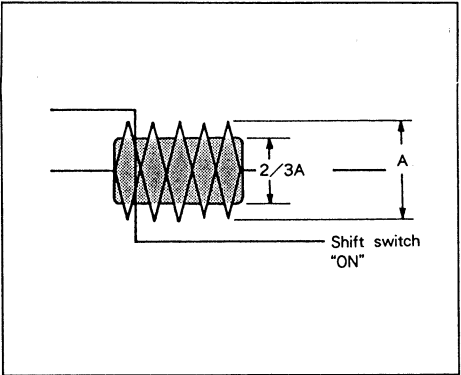

Abb. 2.38
- 1) Schalten Sie den Schalter "Shift" ein und spielen Sie das Band zur Spureinstellung ab. Drehen Sie den Pegelsteller langsam im Uhrzeigersinn, bis die Amplitude des HF-Signals 2/3 der Amplitude in der Betriebsart Wiedergabe beträgt, die sich nach Ausschalten des Schalters "Shift" einstellt (siehe Abb. 2.38).